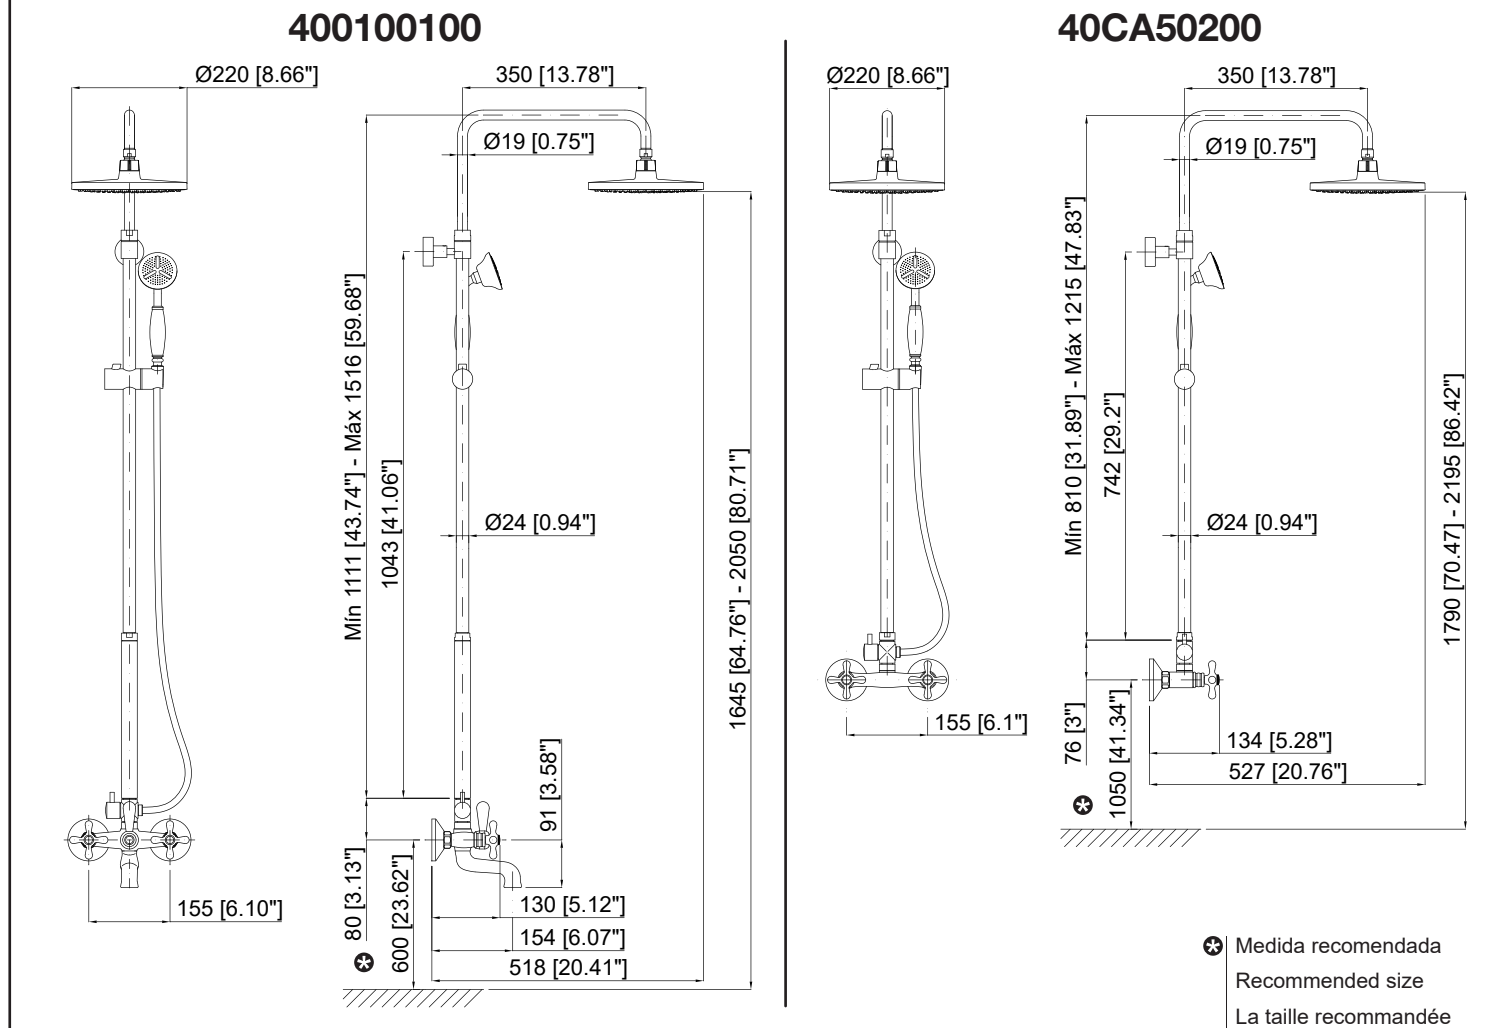

Fig. 01
• **ATENCIÓN:** Se aconseja limpiar bien las tuberías antes de instalar el grifo, deje circular el agua 2 minutos con el fin de eliminar restos que puedan dañar los cierres cerámicos de los grifos (Fig.01).
• **ATTENTION:** Clear the pipes before installing the single lever mixer. Let run water 2 minutes to remove debris that may damage the ceramic closing faucets (Fig. 01).
• **ATTENTION:** Nous vous conseillons de nettoyer soigneusement les tuyaux avant d'installer le robinet, veuillez laisser couler l'eau pendant 2 minutes afin d'enlever les débris qui peuvent endommager les robinets de fermeture céramique (Fig.01).